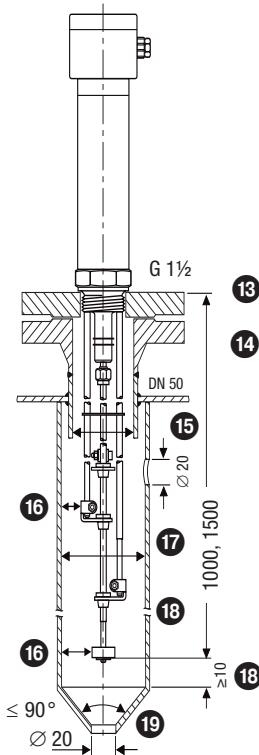

Fig. 6 Schutzrohr (bauseitig) bei Einsatz als innenliegender Wasserstandbegrenzer
- Die elektrische Kriechstrecke von 14 mm zwischen Elektrodenstäbe und Masse (Flansch, Behälterwand) darf nicht unterschritten werden! **Fig. 6 - 7**